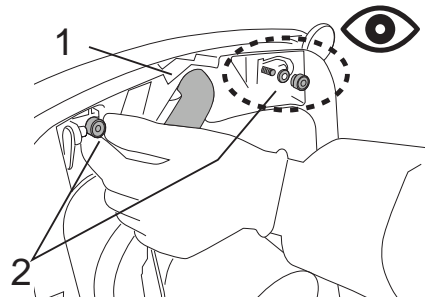

Fig.39
- Maak de zuigslang van het zuigrubber los (Fig.39-Ref.1).
- Draai de knoppen los (Fig.39-Ref.2).